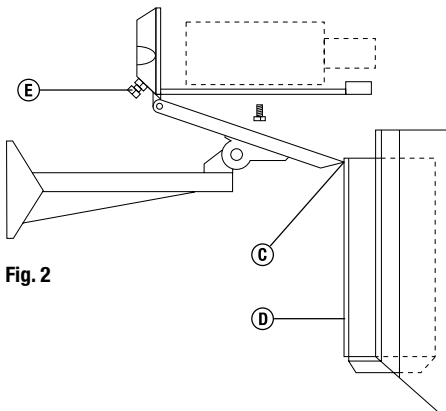

Fig. 2
3. Sfilare il corpo della custodia. Disinserire il collegamento della messa a terra. Il corpo rimane appeso e può essere tolto facendo uscire i pioli (C) dalle corsie (D) (Fig. 2).
4. Passare i cavi attraverso i pressacavi (E) (Fig. 2).
6. Installare la telecamera con vite e rondella isolante (Fig. 2).